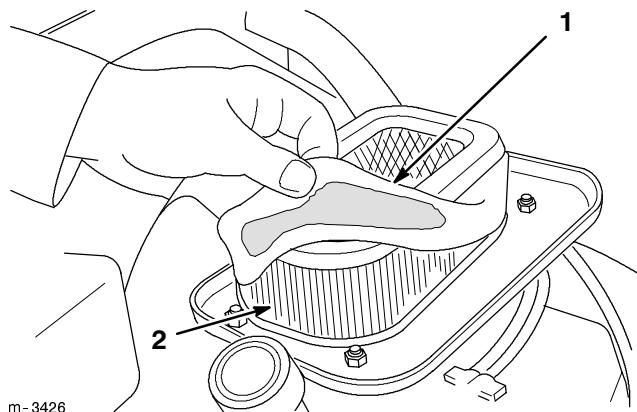

Figure 25
5. Déposer les éléments, et retirer l'élément en mousse de l'élément en papier (Fig. 25).
1. Glisser délicatement l'élément de filtre en mousse sur l'élément en papier (Fig. 25).